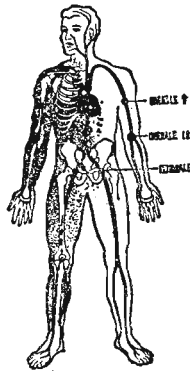

Figura 1 - Principali arterie e punti di pressione.
Figura 1 - In alto, schema convenzionale di alimentazione di una linea di modellini ferroviari, attraverso un generatore di corrente continua facente uso di un trasformatore e provvisto di potenziometro per la regolazione della velocità. In basso è riprodotta la modifica che è necessario apportare, per aggiungere un generatore di corrente alternata che venga impiegato esclusivamente per l'accensione delle lampadine. Si noti la tecnica di cablaggio delle lampadine, in serie ad un condensatore di cui verrà spiegata più avanti la funzione.
- **per l'arto inferiore**: l'arteria femorale un po' al di sotto della piegatura della coscia (figura 1).